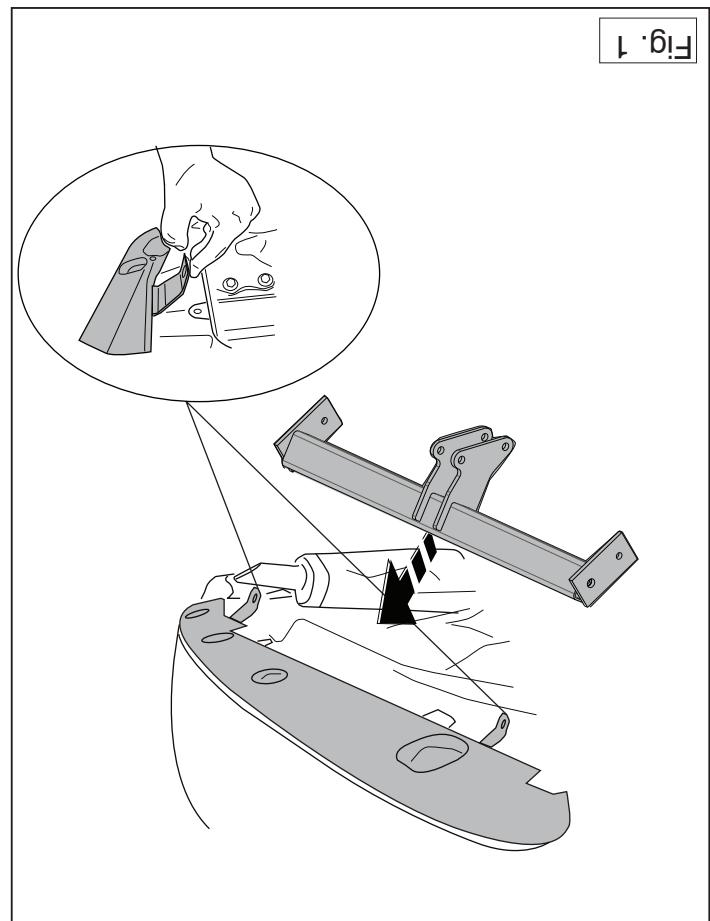

Fig. 1
2. Remove the securing eye (D).
3. Remove the back exhaust suspension bracket on the right (E).
6. Fit the ball housing including socket plate. (Figure 1)
2. Die Sicherheitsöse (D) abmontieren.
3. Rechts den hintersten Auspuffaufhängungsbügel abmontieren (E).
5. Den Trägerteil zwischen die Seitenplatten montieren. (Siehe Skizze und Abb. 1)
2. Démonter lanneau de remorquage (D).
3. Démonter à droite le collier de fixation de l'échappement arrière (E).
5. Monter la poutre entre les plaques latérales. (Voir le croquis).et (figure 1)
схему. 1) п (рис. 1)